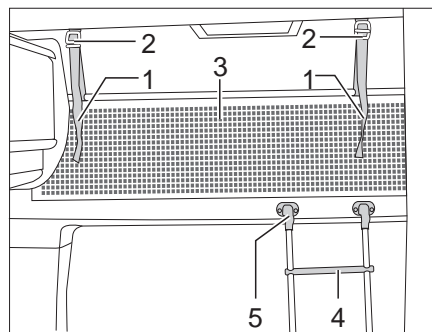

Fig. 122 Lit de capucine
Toujours monter sur le lit de capucine avec l'échelle de montée (Fig. 122,4) de série.
- Accrocher l'échelle par les longerons sur le bandeau du lit de capucine (Fig. 122,5) installé au bord du lit.
Le filet de sécurité (Fig. 122,3) de série est rangé entre le matelas et le sommier à lattes. Ne tendre le filet de sécurité qu'une fois que les personnes se trouvent dans la capucine.
- Faire s'enclencher les sangles de retenue (Fig. 122,1) dans les œillets du plafond (Fig. 122,2).